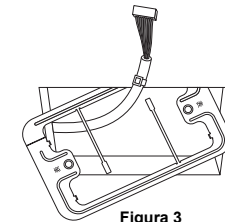

Figura 3
2. Fare passare il cavo nella staffa di fissaggio fornita in dotazione inserirla nel foro appena ritagliato. (Figura 3)